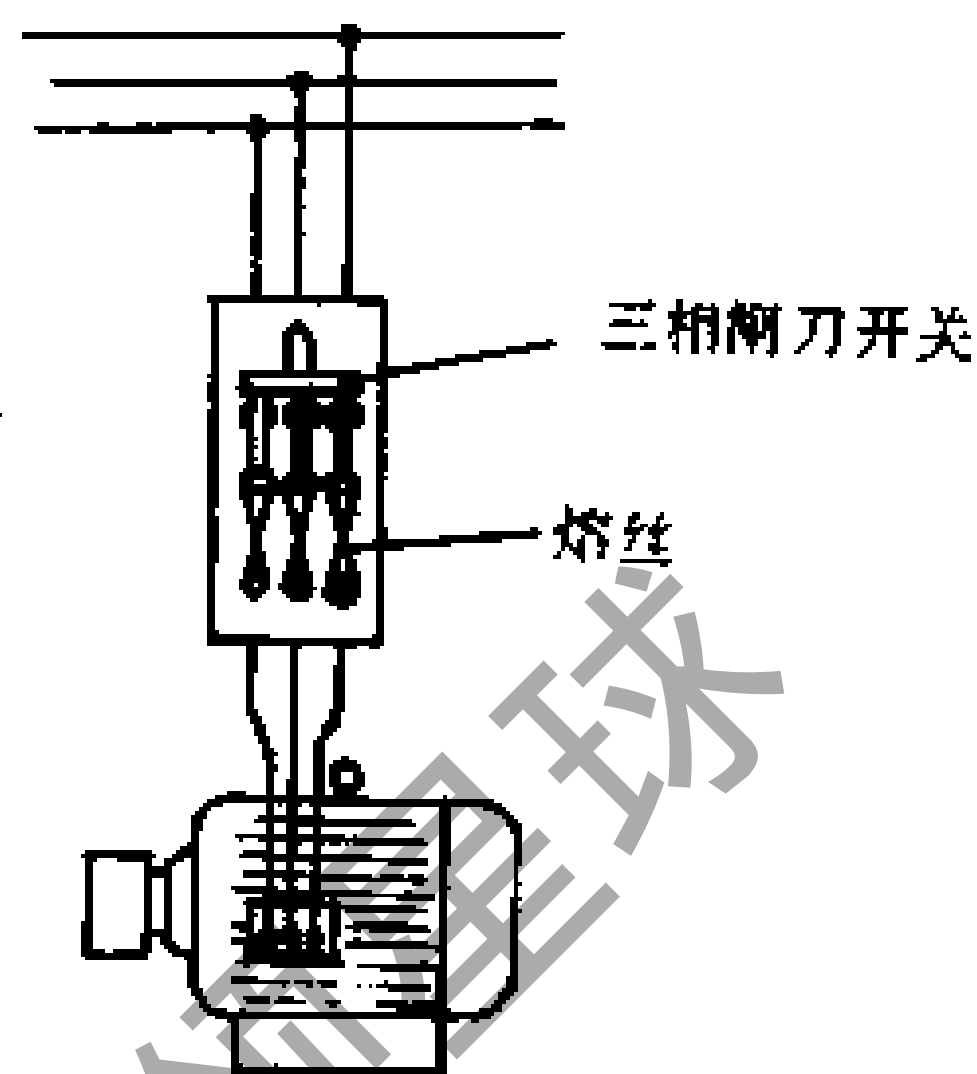

图 4—17 三相异步电动机的直接起动
直接起动又称全压起动，就是通过开关（闸刀、铁壳开关）或接触器，将额定电压直接加到定子绕组上使电动机起动（图 4—17）。直接起动的优点是，所用起动设备简单、价格便宜，操作简便，缺点是起动电流较大。
(1) 串联电抗（或电阻）降压起动：接线如图 4—18 所示。起动时先合上电源开关  $K_1$ ，此时加到电动机上的电压通过电抗器（电抗较大的铁心线圈）降压。待电动机转速升高时，再把开关  $K_2$  合上，将电抗器短路，电动机在额定电压下正常运转。所串电抗的数值，应根据所限定的起动电流大小来确定。这种降压起动也可用电阻来代替电抗（图 4—19），串联电阻的数值可以用以下经验公式计算。
(2) 自耦变压器降压起动：自耦变压器降压起动原理，如图 4—20 所示。起动时，合上电源开关  $K$ ，将开关放在“起动”位置，使电动机定子绕组与自耦变压器的次级相连，此时电动机在低于电网电压下起动。待电动机转速升高后，把开关从“起动”位置迅速放到“运行”位置，使自耦变压器脱开，电动机直接与电网相接，在额定电压下正常运行。